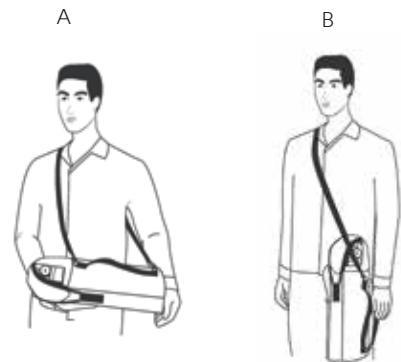

Figura 4 Colocación del sistema ELSA
- 2 Coloque la bolsa de transporte sobre el cuerpo de modo que un brazo pase a través de la correa y la correa se coloca detrás del cuello. Véase la Figura 4 A o la Figura 4 B.